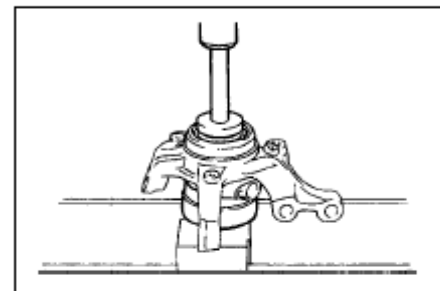

Рис. 157
(1) Установите внутреннее кольцо наставку для снятия ступицы левой оси во внешнее кольцо подшипника ступицы левой оси.
(2) Снимите подшипник ступицы левой оси с поворотного кулака с помощью пресса и спецприспособления.(рис. 157)